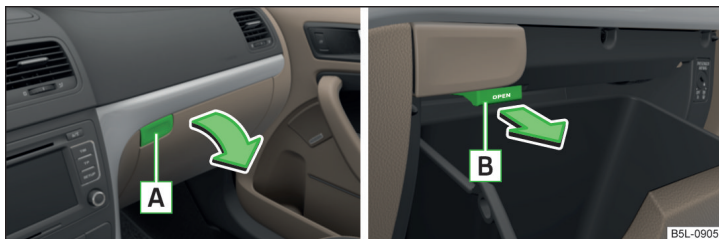

Fig. 88 Abrir el compartimento guardaobjetos / Abrir la entrada de aire
- Para **abrir** presionar la tecla **A**. La tapa se abre en el sentido de la flecha » fig. 88.
- Para **abrir**, tirar la palanca **B** en el sentido de la flecha hasta el tope » fig. 88.